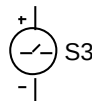

Рис. 5.49 – Устройство выборки-хранения
5.5.4 Устройство выборки-хранения (Sample and Hold) (рис. 5.49)